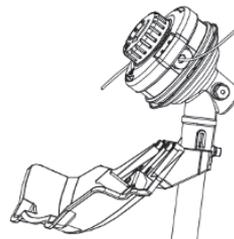

Рис. 8
3. Зафиксируйте крышку на месте и закрутите четыре болта с шайбами (Рис. 8).